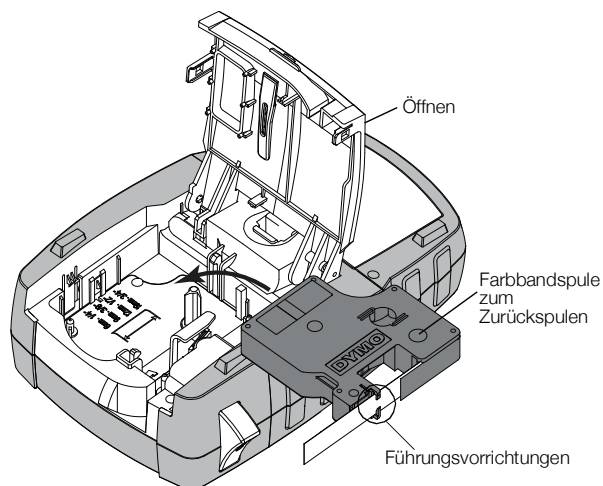

Abbildung 5
- 3 Setzen Sie die Kassette ein und führen Sie Etikett und Farbband zwischen den Führungsvorrichtungen hindurch. Siehe Abbildung 5.